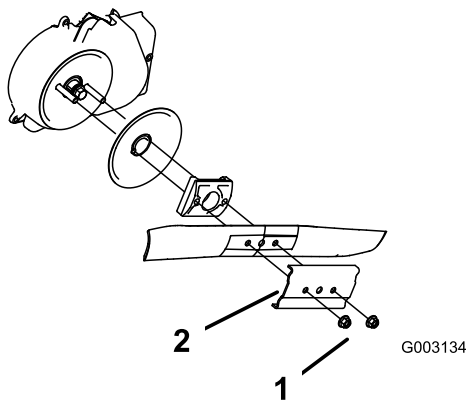

Рисунок 36
- Отверните 2 гайки крепления ножа и прижим (Рисунок 36).
4. Извлеките нож (Рисунок 36).
5. Установите новый нож (Рисунок 36).